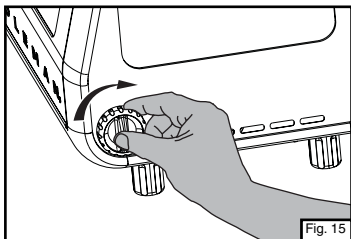

Fig. 15
- Gire la perilla de control a la posición de apagado. (Fig. 15)